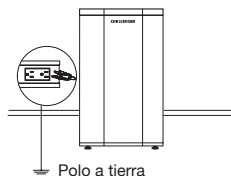

Fig. 6
- Como medida de seguridad este refrigerador posee una clavija de 3 terminales metálicas, una de estas para conexión con polo a tierra (Ver Fig. 6). Verifique lo siguiente antes de conectar: